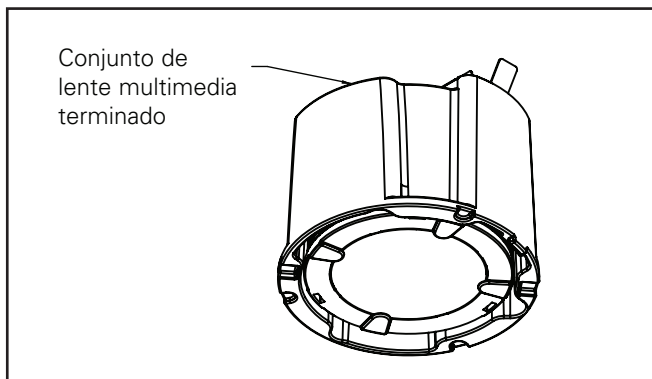

Figura 21
7. Para instalar el conjunto óptico y de medios/película en el módulo, siga los pasos de "Reemplazo/instalación del conjunto óptico" (Figura 21 y 23)